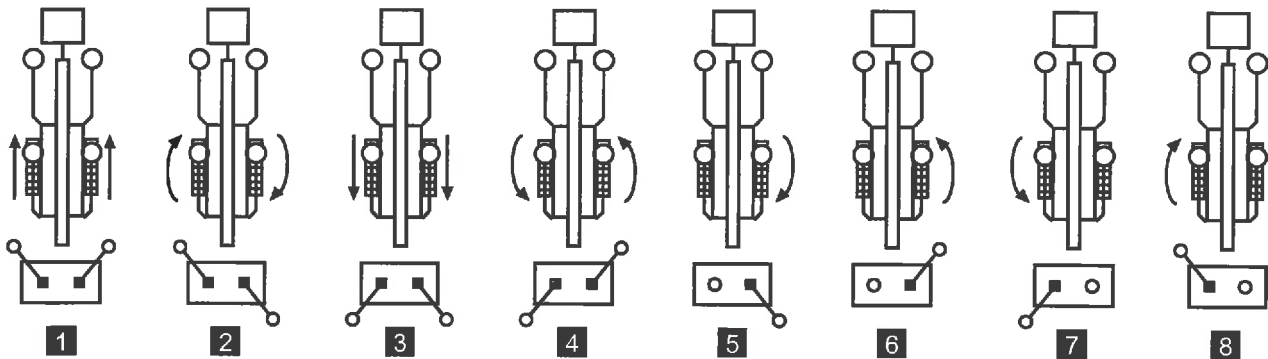

Abb. 99
- Die maximale Schrägstellung der Maschine beachten (Abb.99).